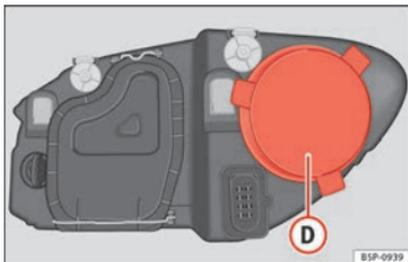

Fig. 182 Luz de población.
- Retire la tapa » fig. 182 (D) tirando de la misma.